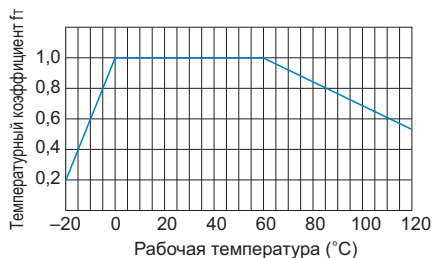

Рис.2 Температурный коэффициент
Рост температуры гайки сверх пределов нормального диапазона уменьшает устойчивость гайки к образованию задиrow и прочность материала. Следовательно, необходимо умножить допустимую динамическую тяговую нагрузку (F) на соответствующий температурный коэффициент, указанный на Рис.2.
f_T : температурный коэффициент (см. Рис.2)